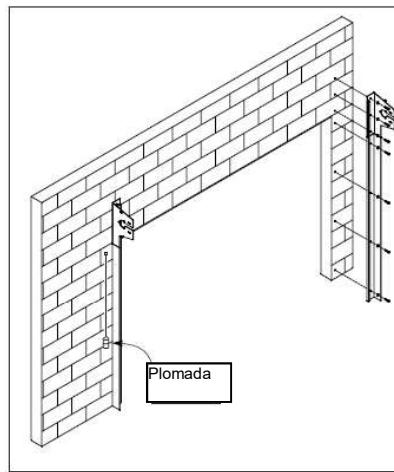

Figura 13
- Una vez que la columna lateral esté ubicada correctamente, fíjela a la pared de forma adecuada (vea “Método de fijación”, en la página 4, figuras 5, 6 y 7). Las marcas donde se debe perforar ya están marcadas en la columna lateral (vea la figura 13).